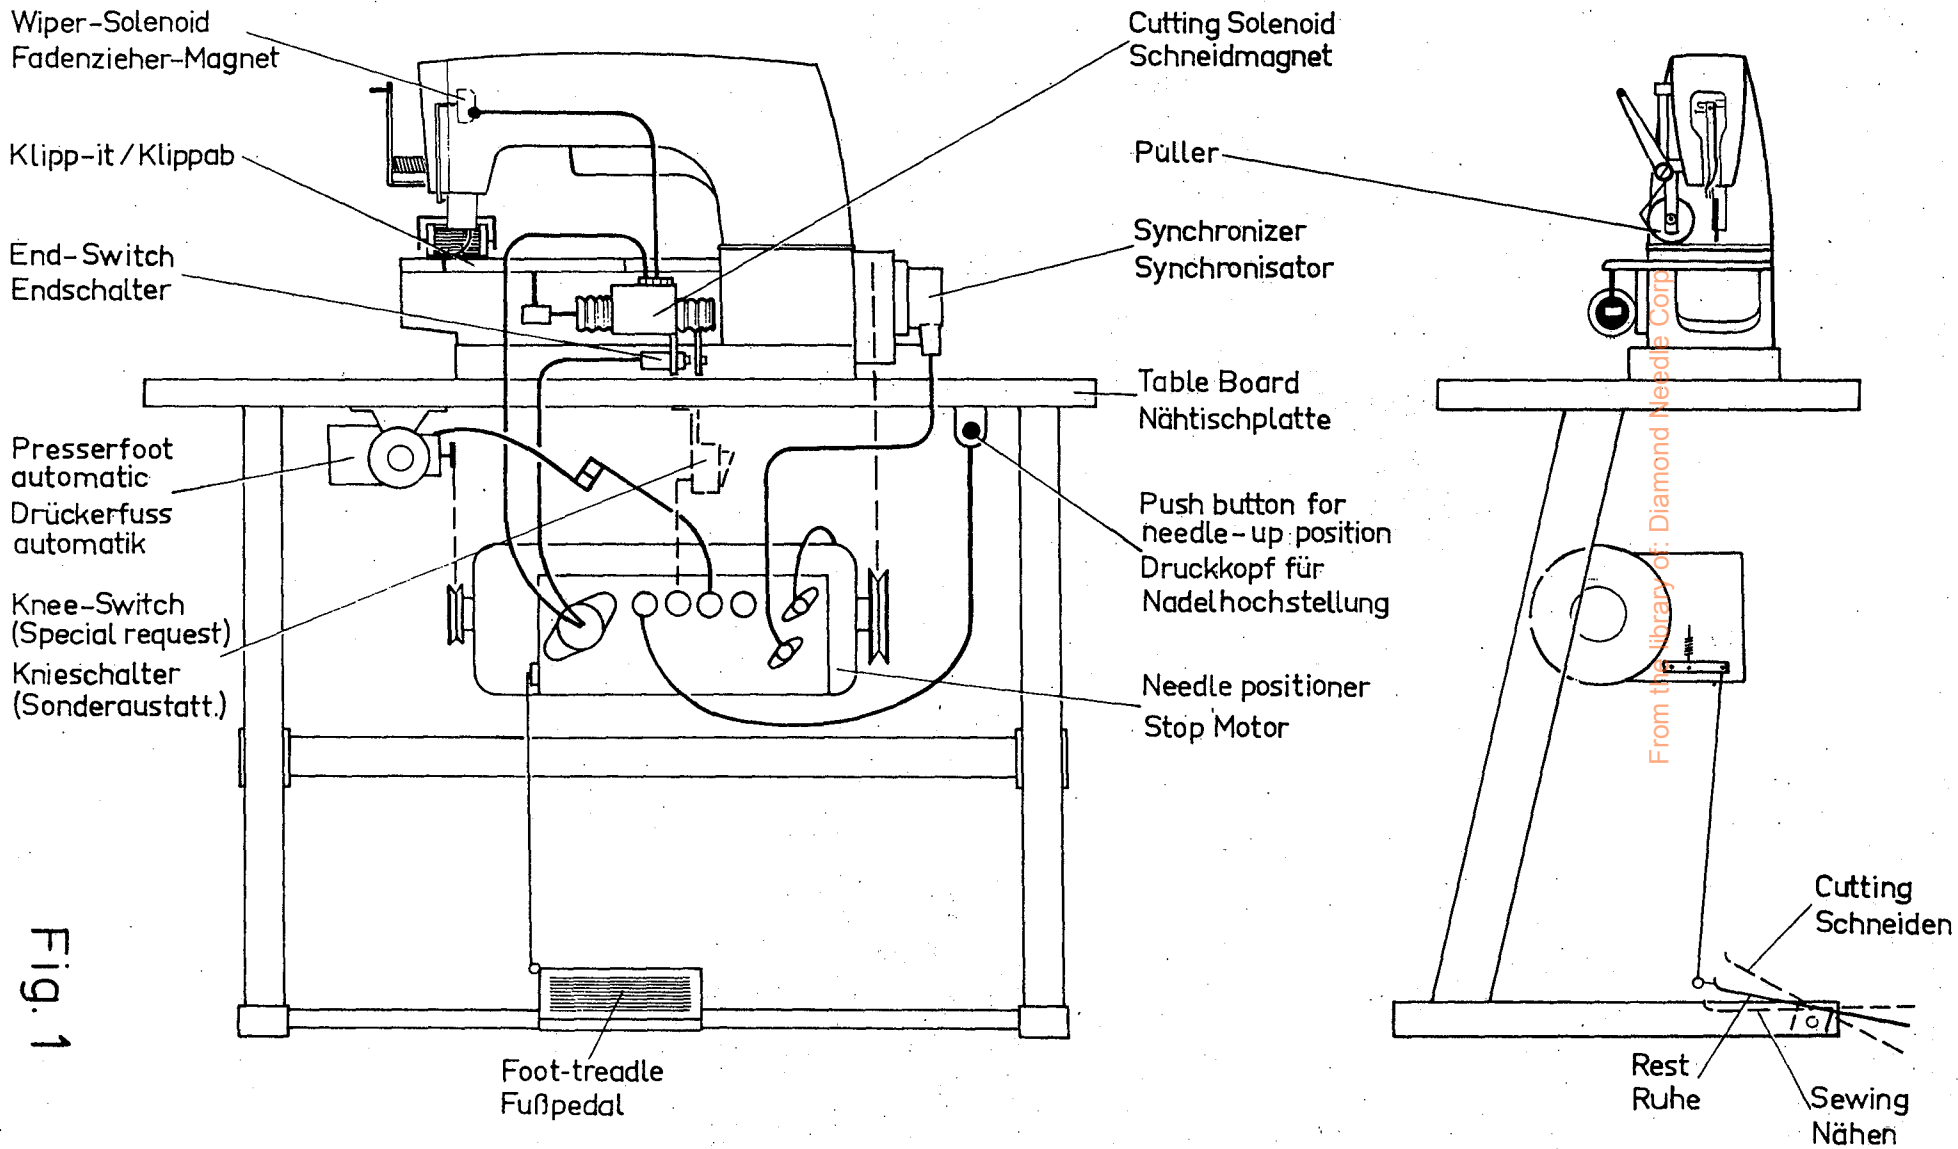

Fig. 1
As shown on Fig. 1 the following parts are mounted on the sewing machine:
It is possible to lift the presser foot without cutting the threads by pressing first the push button, which raises the needles, and heeling the treadle. This is necessary for matching seams or ends of garments. For operations which need a frequent matching of garment it is recommended to install an additional knee switch Part No. 998-338 (dotted line Fig. 1), which allows to lift the presser foot also in needle down position.
Wie aus der Übersichtsskizze Fig. 1 ersichtlich, sind an der Nähmaschine:
Der Drückfuß kann ohne Fädenabschneiden geliftet werden, indem man erst den Drucktaster drückt (also die Nadeln in Hoch bringt) und erst dann das Pedal rückwärts tritt. Dies ist nötig, wenn man die Ware nachregulieren will. Für Arbeiten, die oftmaliges Nachregulieren erfordern, kann zusätzlich ein Knieschalter Teil Nr. 998-338 eingebaut werden (gestrichelt Fig. 1). Durch Betätigung des Knieschalters kann der Drückfuß auch in Nadeltief geliftet werden.
1. Install machine, synchronizer, motor and presser foot lifter according to Fig. 1. All cables between machine, sewing table and motor are equipped with quick disconnect plugs. Start to operate the machine, when all plugs are connected.
1. Installieren Sie die Maschine, Synchronisator, Motor und Drückerfußautomatik nach Fig. 1. Alle Anschlüsse zwischen Maschine, Tisch und Motor sind schnell lösbare Steckverbindungen. Nehmen Sie die Maschine erst dann in Betrieb wenn alle Stecker eingesteckt sind.
- b) The thread wiper has to be adjusted (see item 11) before it is connected to the solenoid according to Fig. 1 a.
- b) Der Fadenzieher darf erst nach erfolgter Einstellung (siehe Punkt 11) am Magnet nach Fig. 1 a angeschlossen werden.